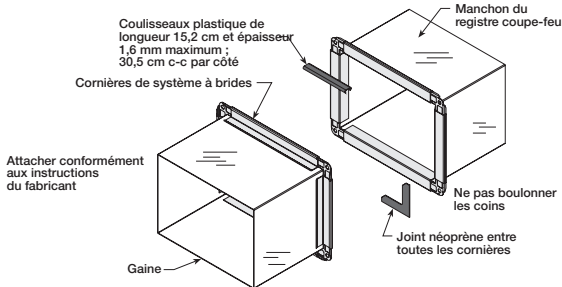

Figure 8
- Poser le système de raccordement fabriqué par Ductmate, Ward ou Nexus comme sur la Figure 8.